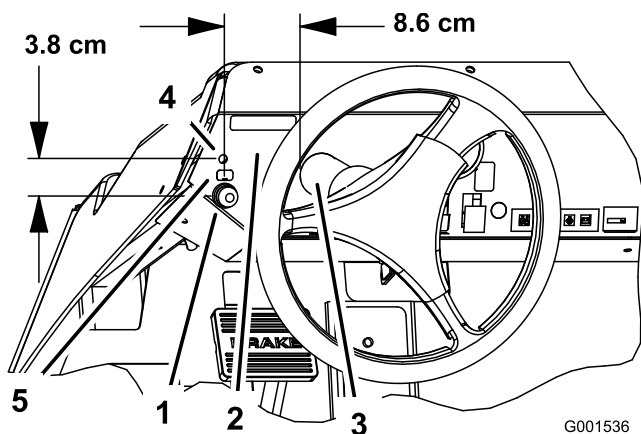

Figura 3
4. Para localizar o furo do botão da buzina, meça 8,6 cm para a esquerda da base da coluna da direcção e 3,8 cm do centro da cabeça do parafuso do tablier (Figura 3).
2. Retire a protecção posterior do novo autocolante e coloque-o acima do botão da buzina no tablier (Figura 3).